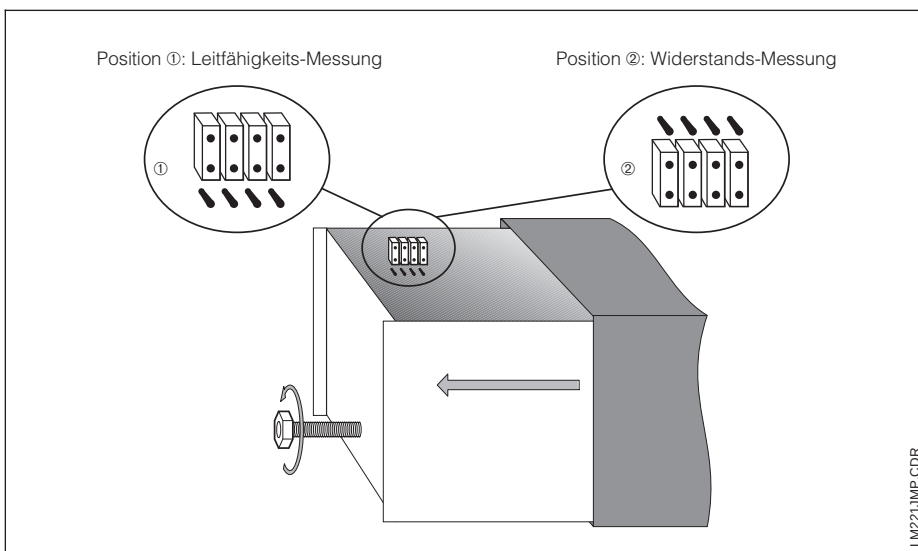

Bild 5.2 Position der Steckbrücken zur Grundkonfiguration Leitfähigkeit / Widerstand
Für Leitfähigkeits-Messung (Bestellvariante CD) sind alle vier Steckbrücken in Position ①, für Widerstands-Messung (Bestellvariante MM) in Position ② (siehe Bild 5.2).